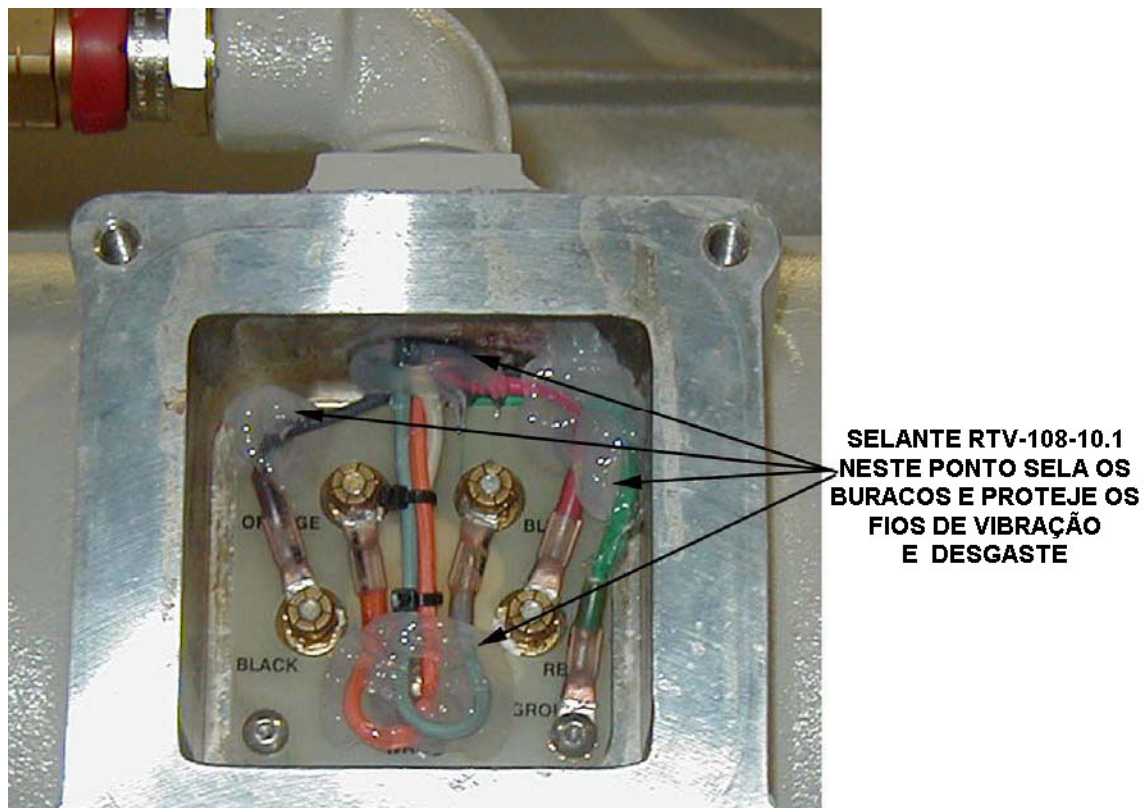

Figura 7-3 Aplicação de Selante de RTV
7. Aplique silicone selante RTV-108-10.1 aos cabos (Figura 7-3) para deixá-los à prova de vibração. Também, certifique-se de encher o buraco enroscado para obter proteção extra contra desgaste.